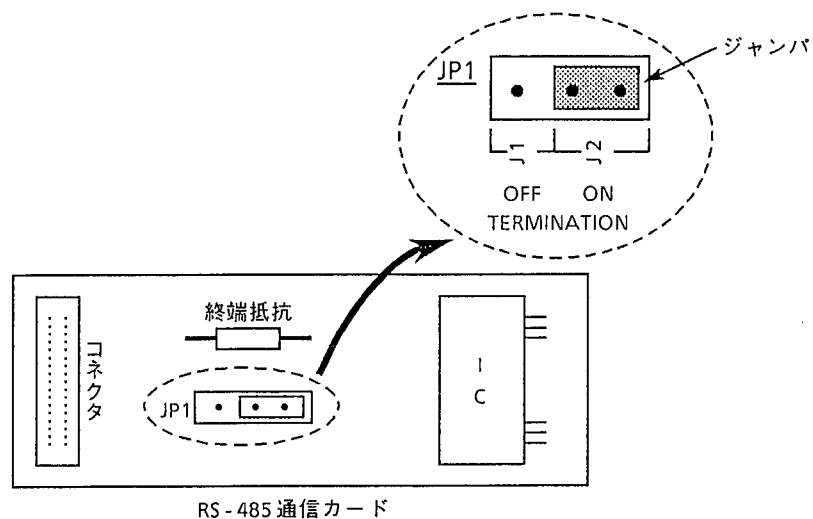

図 2.5 通信カード内蔵終端抵抗の設定
2 線式, および 4 線式の受信側 (RD (A) と RD (B) 間) の終端は, YS100 内部の RS-485 通信ボード上のジャンパを使用して行います。終端する場合には, RS-485 通信ボード上の JP1 のジャンパ (図 2.5) を ON (J2) 側に, 終端しない場合は OFF (J1) 側に取り付けてください (工場出荷時は OFF になっています)。